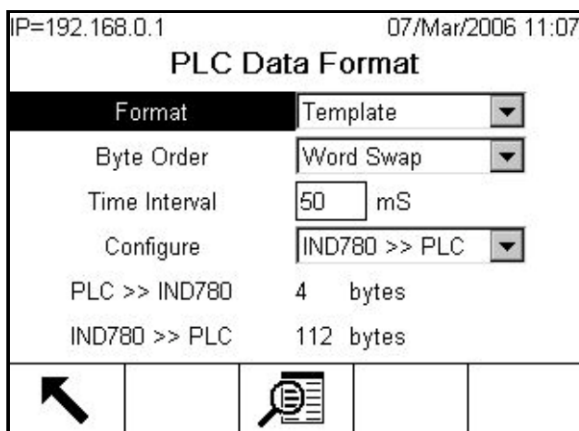

Figura 3-146: Schermata dei formati dati PLC
1. Da Impostazione, selezionare **Comunicazione > Interfaccia PLC > Formato dati**. Nella Figura 3-146 è mostrato un esempio della schermata in cui è selezionato Modello come formato, con i valori Intervallo di tempo, Configura e la direzione delle comunicazioni. Quando viene selezionato il formato Applicazione, in questa schermata sono presenti solo la casella Formato e il soffkey Visualizza tabella.
5. Nella parte inferiore della schermata (Figura 3-146) è visualizzato il numero di byte che verranno inviati dal terminale IND780 e il numero di byte previsti in arrivo dal PLC.